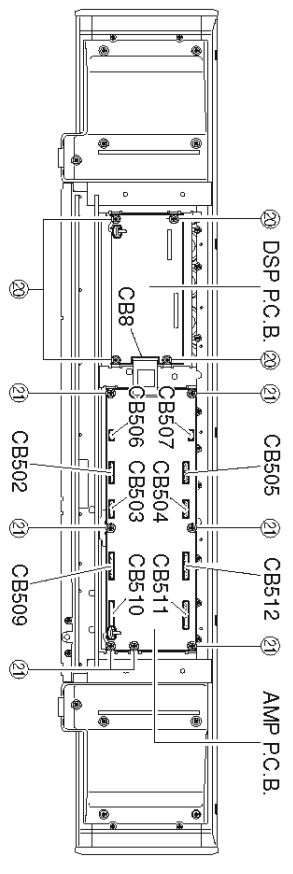

Fig. 8
- Remove 4 screws (⑫). (Fig. 8)
- Remove CB8. (Fig. 8)
- Remove the DSP P.C.B.. (Fig. 8)
- Remove 7 screws (⑬). (Fig. 8)
- Remove CB502-505 and CB509-512. (Fig. 8)
- Remove AMP P.C.B.. (Fig. 8)
- ⑫のネジ4本を外します。(Fig. 8)
- CB8を外します。(Fig. 8)
- DSP P.C.B.を取り外します。(Fig. 8)
- ⑬のネジ7本を外します。(Fig. 8)
- CB502~505、CB509~512を外します。(Fig. 8)
- AMP P.C.B.を取り外します。(Fig. 8)